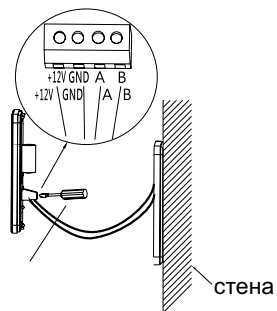

Рис. 3
1. Подключите кабель связи к проводному пульту управления, как показано на рис. 3.